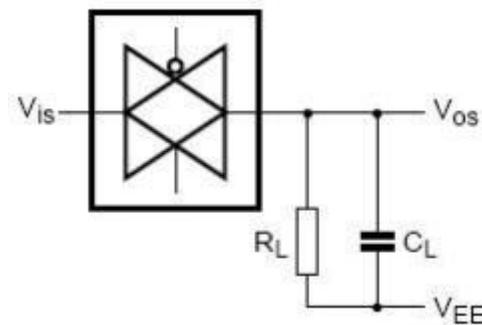

图7、方波失真度、关断频率和导通频率测试图
- 2、  $R_L = 1\text{ k}\Omega$ ;  $C_L=5\text{pF}$ , 通道关断,  $20\log V_{os}/V_{is} = -50\text{dB}$ , 见图7
- 3、  $R_L = 1\text{ k}\Omega$ ;  $C_L=5\text{pF}$ , 通道开,  $20\log V_{os}/V_{is} = -3\text{dB}$ , 见图7